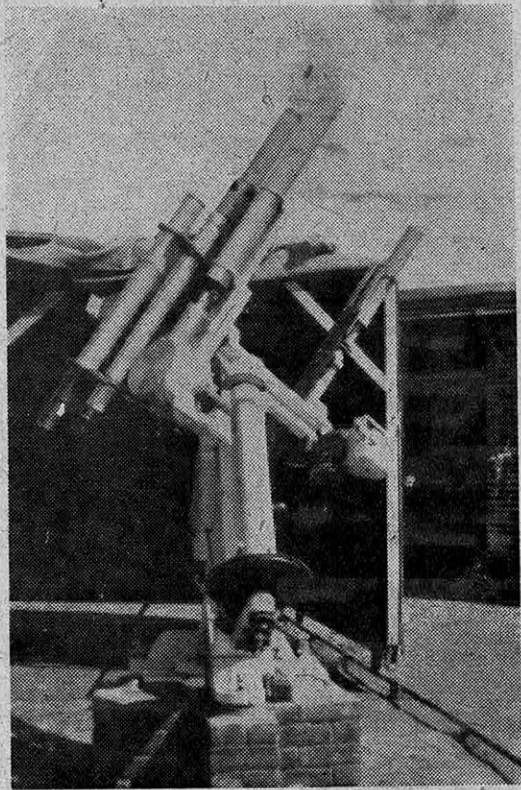

FIG. 6. — APPAREILS D'OBSERVATION DE L'ÉCLIPSE DU 19 JUIN 1936 A KUSTANAI (U.R.S.S.)
qui permettent d'observer et d'étudier la chromosphère, les protubérances et même la couronne en dehors des éclipses (1). Les astronomes français ont apporté une très importante contribution à ces belles découvertes (MM. Janssen et Deslandres pour l'observation de la chromosphère, M. Lyot pour celle de la couronne). Mais, malgré l'extrême ingéniosité de ces recherches, il est certain que l'intense lumière solaire directe gêne beaucoup d'observations. Aussi les éclipses totales du Soleil sont-elles très importantes pour les astronomes professionnels. Ils préparent méticuleusement dans les laboratoires leurs appareils, plusieurs mois à l'avance. Ils traversent souvent des milliers de kilomètres pour venir en un lieu favorable : par exemple l'astronome américain S. M. Mitchell déclare qu'il a parcouru 100 000 kilomètres pour être témoin de sept éclipses, qui lui ont donné l'occasion de travailler, au total, pendant quinze minutes. Enfin, ils installent leurs appareils photographiques, leurs spectrographes, etc., quelques semaines à l'avance au poste choisi (fig. 6), les règlent et s'habituent à faire exactement, à la seconde près, tous les gestes qu'ils auront à accomplir pendant les courtes minutes de la totalité. Pas de geste maladroit, pas d'erreur. Sinon tout est manqué. Malheureusement, c'est parfois le mauvais temps qui, malgré les prévisions, vient troubler ou empêcher complètement les observations. Un nuage sur le Soleil suffit pour réduire à zéro tous les efforts d'une coûteuse et vénérable expédition. Aussi les expéditions d'éclipses sont-elles parfois bien décevantes.